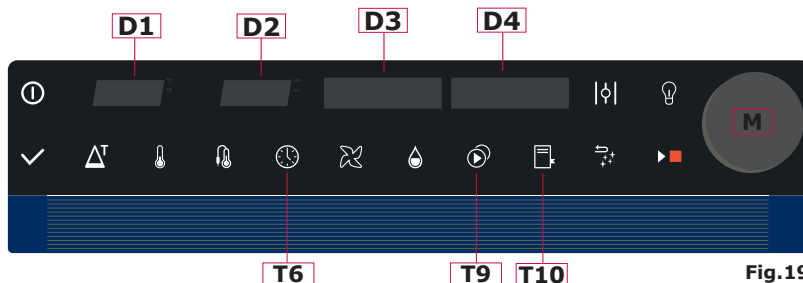

Fig.19
3. Appuyer simultanément sur le bouton **M** et le bouton **T10 (Fig.19)**.
- Appuyer simultanément sur le bouton **M** et le bouton **T9 (Fig.19)**
Pour réaliser cette opération, il suffit de maintenir le bouton **T6 (Fig.19)** enfoncé et de suivre les indications des écrans D3 et D4, en tournant le bouton M dans le sens ou dans le sens inverse des aiguilles d'une montre et en confirmant les données sélectionnées en appuyant sur le bouton.